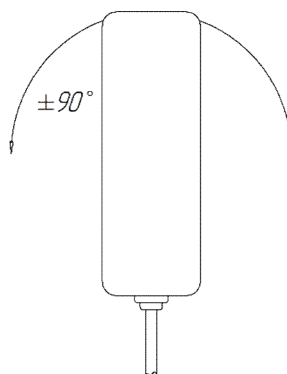

Рисунок 2.6 – Поворот преобразователя при сканировании объекта контроля
5. При неизвестном расположении стержней поиск осуществляется сканированием поверхности объекта в сочетании с поворотом преобразователя на $\pm 90^\circ$, необходимо добиться минимальных показаний расстояния до арматуры, тогда арматурный элемент располагается непосредственно под продольной осью датчика (рис. 2.6).